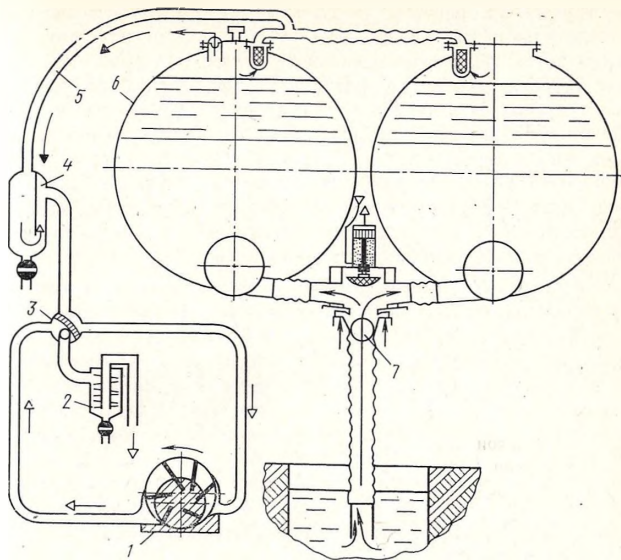

Рис. 47. Вакуум-нагнетательная система машины КО-505
*Вакуум-нагнетательная система* (рис. 47) состоит: из вакуумного насоса, бачка промежуточного, глушителя, четырехходового крана, мановакуумметра, вентиля и трубопровода. Вакуум-нагнетательная система служит для наполнения цистерн жидкими отходами созданием в цистернах разрежения для герметизации этих отходов во время транспортирования, а также для создания дав-